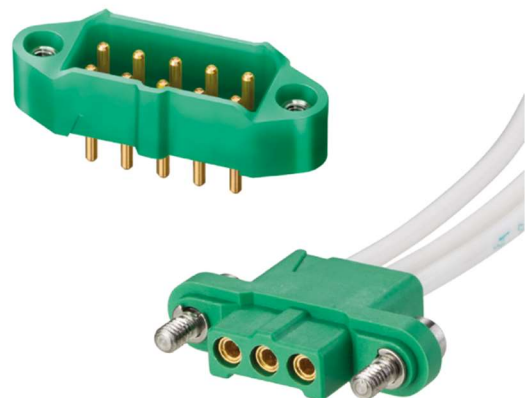

Figure 4 : Les connecteurs d'alimentation M300 fournissent une connexion électrique compacte avec jusqu'à 10 A par contact. (Source de l'image : Harwin)
- Les connecteurs d'alimentation M300 offrent une plage de puissances nominales haute fiabilité et hautes performances, et permettent une connexion électrique compacte avec jusqu'à 10 A par contact, fournissant ainsi une solution légère et robuste qui a fait ses preuves en conditions extrêmes (Figure 4). Les connecteurs fournissent une protection contre les vibrations et les chocs grâce à des vis d'accouplement en acier inoxydable.